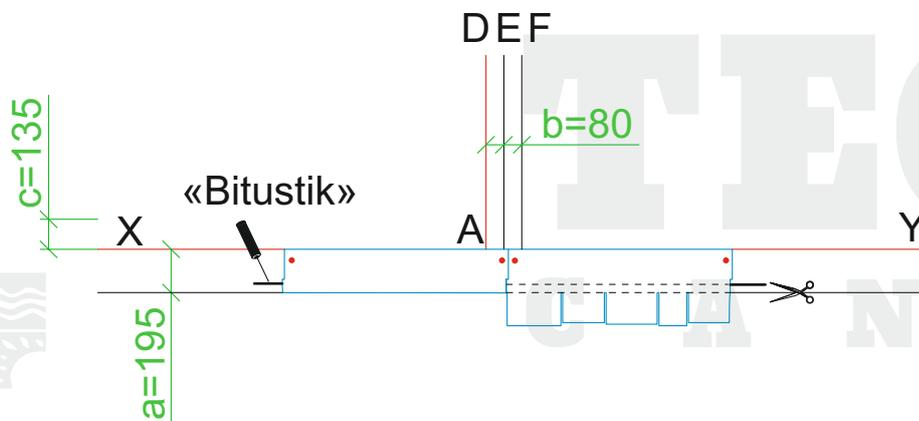

Fig. 2 - Fila di partenza
- ♦ Applicare sulla linea di gronda un cordolo di adesivo bituminoso “bitustick” e le tegole dopo averne tagliato le faldine (fig.2). Per posare correttamente la fila di partenza allineare la tegola alla linea di riferimento E e fissarla con 2 chiodi (vedi fig. 2).